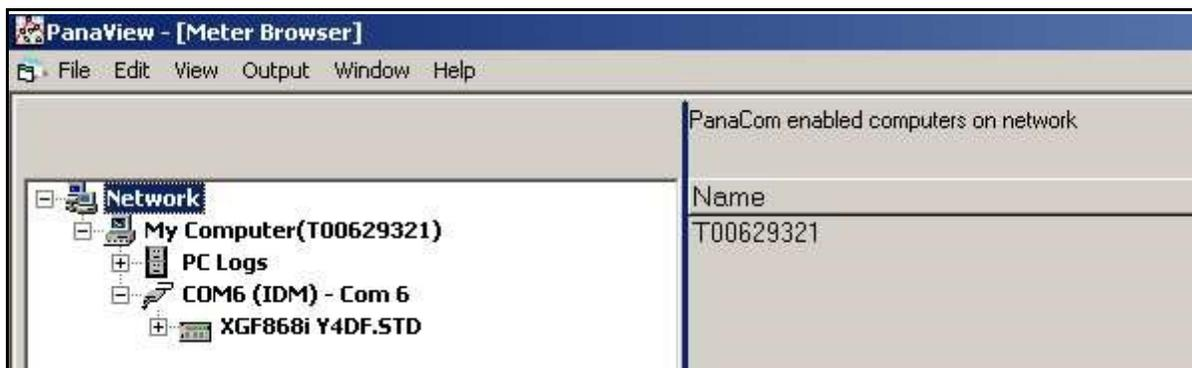

Figure 3: fenêtre *Text Display* (Affichage de texte)
3. À l'aide du menu *Window* (Fenêtre), agencez les fenêtres ouvertes dans le format souhaité. Pour expliquer cette procédure, la *Figure 3* ci-dessous illustre la fenêtre *Text Display* développée complètement (plein écran).
Remarque: La *Figure 3* ci-dessus a été compressée verticalement et horizontalement pour plus de clarté.
5. Avant d'afficher les valeurs réelles des données dans le volet de texte, activez l'un des modes de collecte de données suivants (voir Figure 3 à la page 31) :